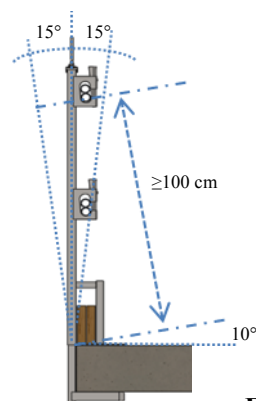
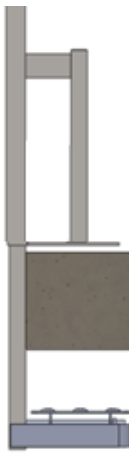

Fig. 5
fig. 7
### Montage ( fig. 7 - 8 - 9 - 10 )
- À l'aide d'une plate-forme de travail en hauteur, placer une première montant en le comparant au bord de l'édifice (fig. 5, page 9). Le montant doit être placé **aussi près que possible** de le bâtiment (fig. 7 page 9). À ce moment, tourner la manivelle (fig. 8, page 9) dans le sens horaire pour permettre la fixation de la pince sur la dalle. Tournez la manivelle pour assurer le serrage maximal (couple appliqué dans les tests de certification: 30 Nxm) (fig. 9, page 9).